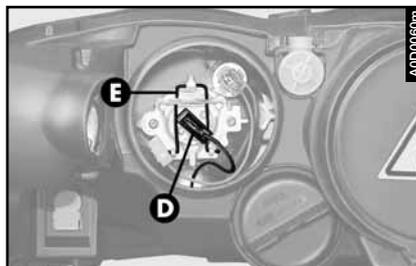

fig. 30
– Détacher le connecteur (**D- fig. 30**) introduit à pression et décrocher la pince (**E**).